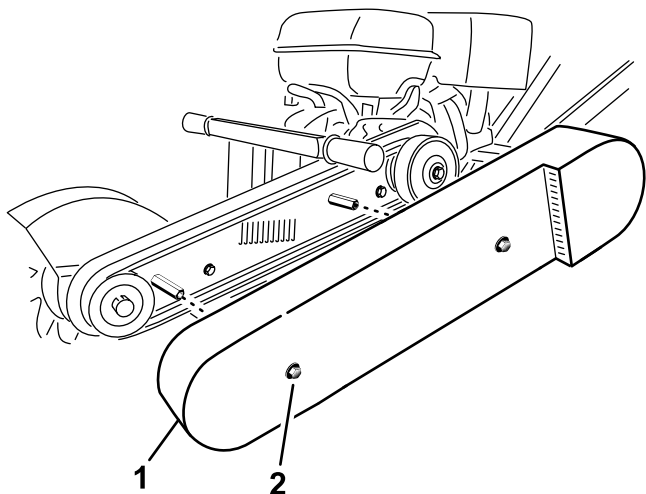

Figure 24
3. Desserrez les 2 boulons qui fixent le protège-courroie sur la machine jusqu'à ce qu'il soit possible de le déposer (Figure 24).
2. Boulon et rondelle (2)
4. Déposez le protège-courroie (Figure 24).